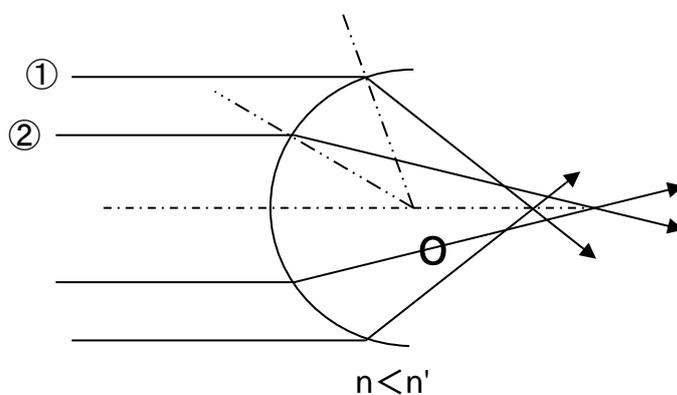
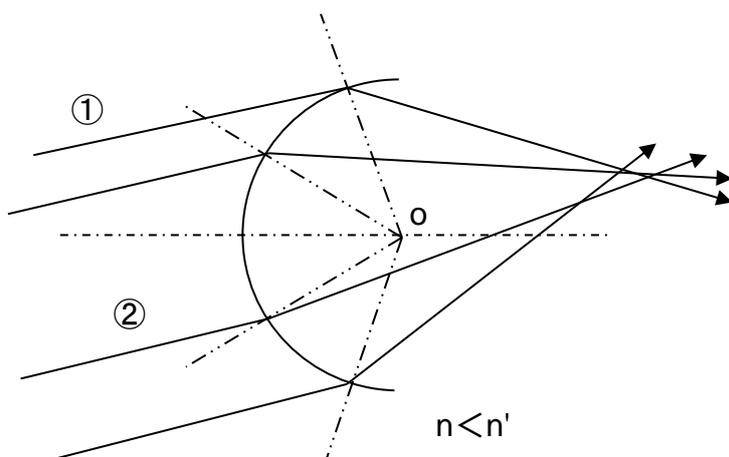
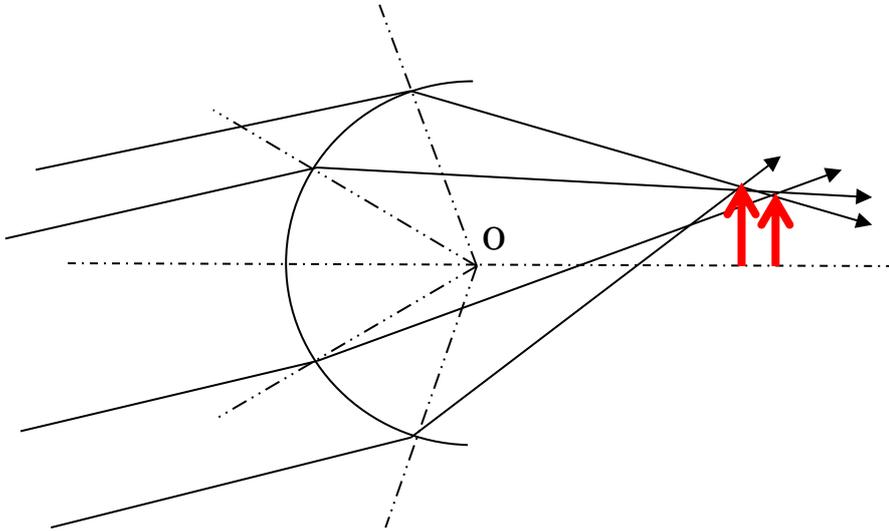

図 1 球面収差の発生
図2 コマ収差の発生
図 2B 光線入射位置による像の大きさの違い
広義の意味ではコマ収差は球面収差に含まれてしまうように、その発生原因は本連載 21 回で触れた球面収差のそれ(図 1)と同様である。
球面収差であるから、点光源は光軸上の無限遠の位置にある。光線①と②が球面に入射、屈折する際に入射角が大きく異なることが、これらの光線が光軸上の一点で交わらない、つまり収差の発生する原因であった。それでは、点光源が無限遠にはあるが、光軸上に存在しない場合を考えよう。この時の光源は丁度、視線の方向からずれた位置に見える（視野に入る）星の様なものである。すると図 2 にある様に、図 1 と同様に、レンズの入射位置につれて入射角の大きな違いが起きる。
また図 2 から、コマ収差とは光束の入射位置高さ（有限倍率の場合には開き角）によって像の大きさが変わってしまうから起きる、ということも出来る（図 2B）。